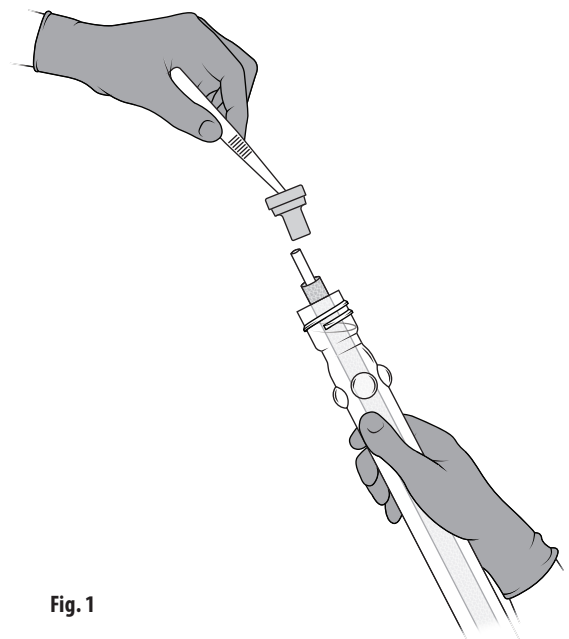

Fig. 1
- Fjern hetten og kast den. Fjern stopperen med pinsetten og kast den. Tangen må også kastes, da den nå er ansett som usteril. Fig. 1.